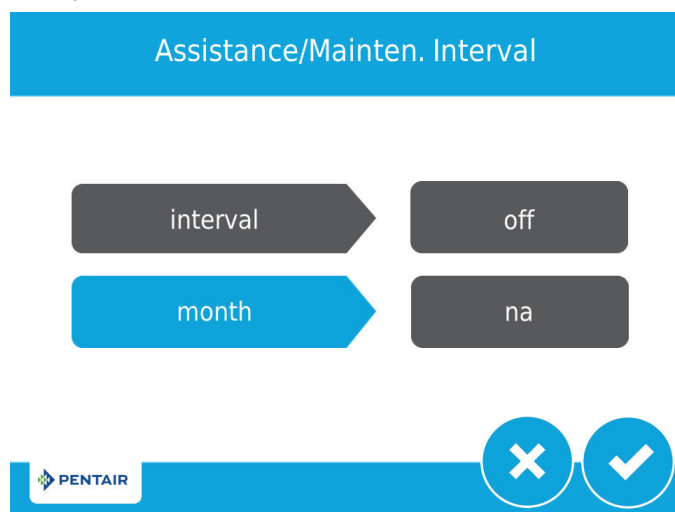

Figure 7 Écran Intervalle Entre Entretien
4. Quand vous appuyez sur , l'écran Intervalle Entre Entretien (Figure 7) s'affiche.